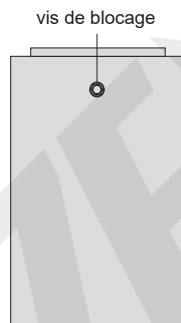

Fig.1
1. Avant utilisation, desserrez la vis de blocage à l'aide d'une clé (fig. 1) et nettoyez la face supérieure et la face inférieure.